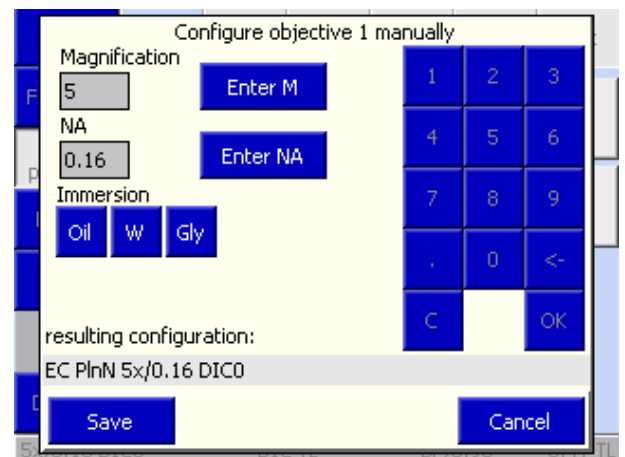

Fig. 128 Configuration manuelle de l'objectif
L'utilisateur doit entrer manuellement les informations de grossissement, d'ouverture numérique (NA) et d'immersion. (Voir Fig. 128)